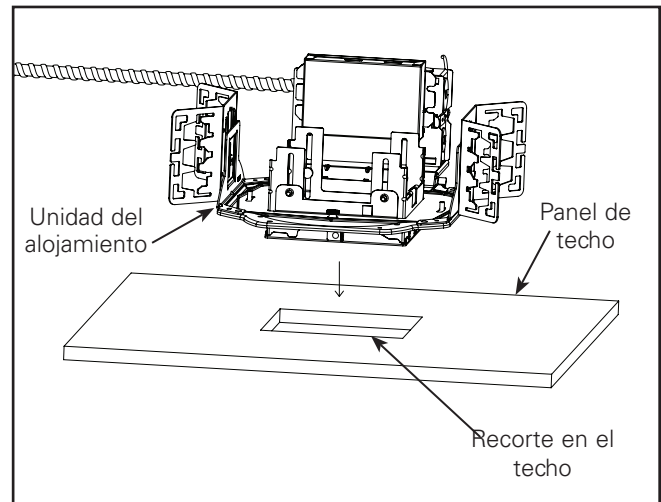

Figura 4
Paso 3: Instale el alojamiento del luminario (área oculta) con el marco prefabricado montado en la cavidad del techo según se indica en las instrucciones de instalación proporcionadas con el alojamiento. Ver figura 4.